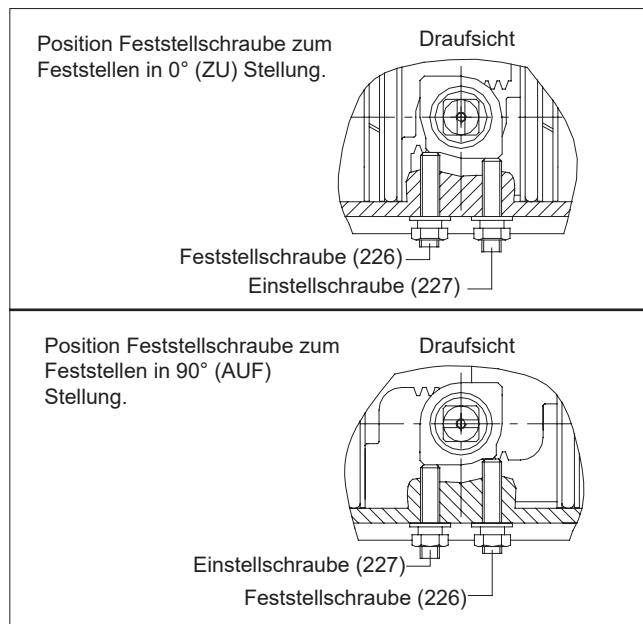

Abb. 21.
- B. Setzen Sie folgende Teile auf die Einstellschraube (227) und die Feststellschraube (226): die Spezialmutter (228), die Unterlegscheibe (03) und den O-Ring (11), siehe Abbildung 21.
- A. Bevor Sie mit der Montage der Einstell- und Feststellschrauben im Gehäuse beginnen, prüfen Sie die erforderliche Anschlagposition. Wenn die Anschlagposition auf ganz geschlossen (0°) oder ganz geöffnet (90°) steht, siehe Abb. 21. Achtung: Wenn Sie die Schrauben einsetzen, muss die Antriebsposition $0^\circ \pm 2^\circ$ oder $90^\circ \pm 2^\circ$ sein.
- B. Stecken Sie die Feststellschraube (226) und die Einstellschraube (227) in das Antriebsgehäuse, bis die gewünschte Sperrposition erreicht ist und ziehen Sie dann die Spezialmutter (228) an, siehe Abbildung 21.